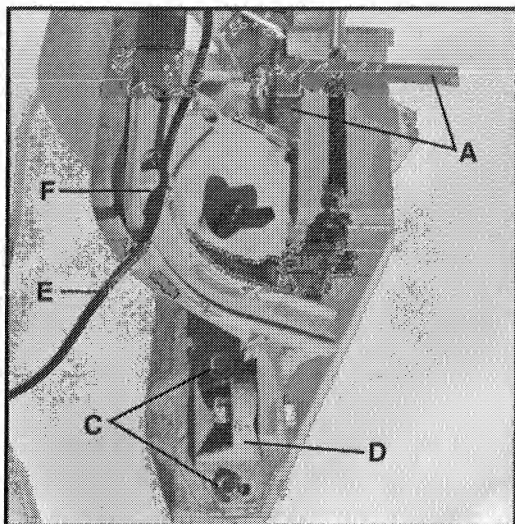

Fig. 9
2. Avec le bras de la scie en position basse, mettre une équerre (A), Fig. 9, contre le guide et contre la lame de scie et vérifier que la lame est perpendiculaire au guide fixe (B). Si un réglage est nécessaire, desserrer légèrement les deux boulons (C) et faire pivoter le sous-ensemble de pivot (D) sur l'embase jusqu'à ce que la lame soit perpendiculaire au guide (B). Ensuite, serrer fermement les deux vis (C).
5. Faire passer le cordon (E) par-dessus la scie et l'encastrer dans la fente (F) du bras comme illustré à la Fig. 9.